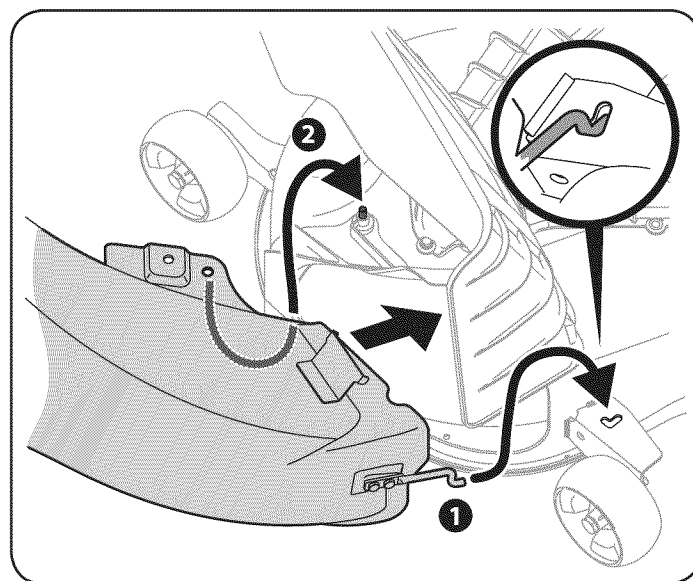

Figura 22
4. Inserte el extremo del codo del canal de descarga (1) en el orificio suministrado en el montaje de rueda de la plataforma tal como se muestra en el recuadro de la Figura 22.
5. Gire el canal de descarga hacia atrás hasta que el orificio del codo del canal de descarga se alinee con el pasador del adaptador de plataforma. Mueva el codo de descarga hacia abajo hacia ese pasador como se muestra en 2 de la Figura 22.